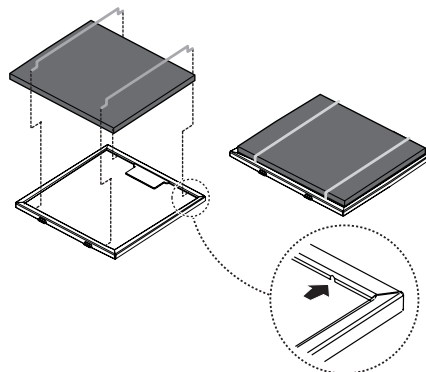

Fig. 4
2. Montez le filtre à charbon à l'arrière du filtre à graisses et fixez-le à l'aide de deux baguettes (Fig. 4) enfilées dans les trous du cadre.